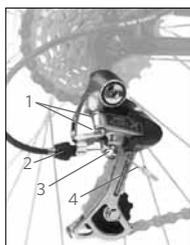

FIGURE 23:
2. Desserrez le boulon de serrage du câble (Figure 23) jusqu'à ce que le câble soit détendu.